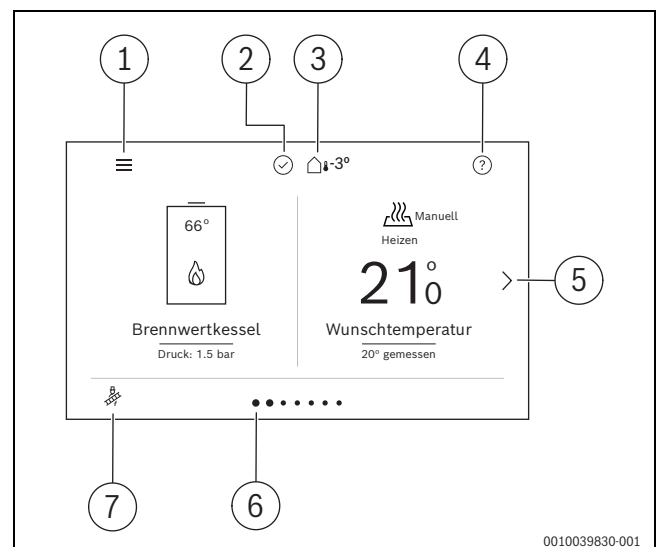

Bild 36 Bedienfeld
- ▶ Symbol (allgemeine Einstellungen) im Bedienfeld (→ Bild 36) mindestens 5 Sekunden gedrückt halten.